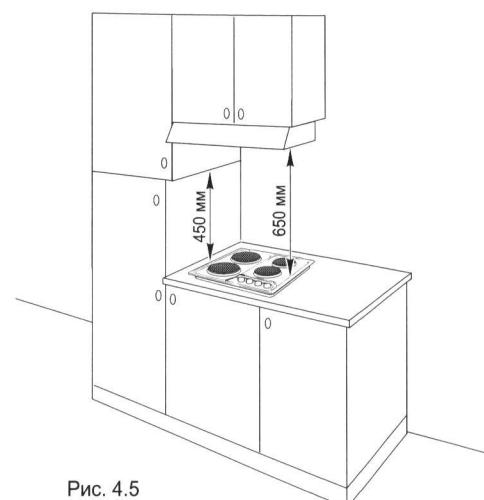

Рис. 4.5
- ✓ Расстояние между варочной поверхностью и настенным шкафом или вытяжным колпаком, установленным непосредственно над ней, должно быть не менее 650 мм (Рис. 4.5).
ПРИМЕЧАНИЕ: При установке варочной поверхности над духовым шкафом, необходимо предусмотреть наличие принудительной системы вентиляции. Благодаря каналам естественной вентиляции, показанным на Рис. 4.5, обеспечивается надлежащее охлаждение варочной поверхности.